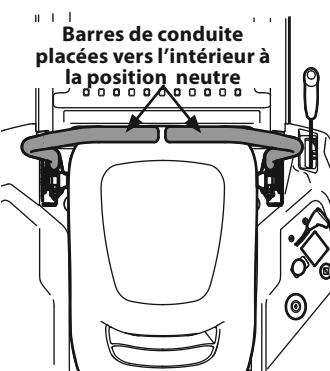

Figure 24
2. Tirez les barres de conduite vers l'intérieur à la position neutre. Le frein de stationnement sera désengagé. Voir Figure 24.